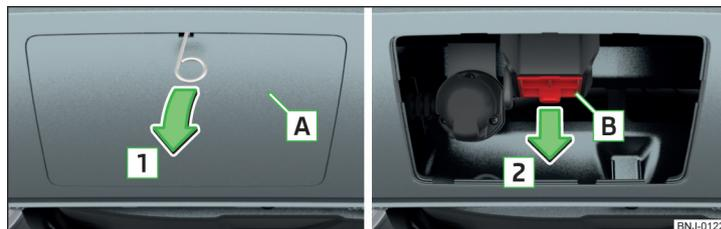

Abb. 133 Abdeckkappe abnehmen: am hinteren Stoßfänger / für den Aufnahmeschacht
- Die Abdeckkappe **A** » Abb. 133 in Pfeilrichtung **1** mithilfe des zum Bordwerkzeug gehörenden Bügels zum Abziehen der Radvollblenden » Seite 174 abnehmen.
Die Kappen A und B » Abb. 133 nach dem Abnehmen an einer geeigneten Stelle im Gepäckraum aufbewahren.
- Die Abdeckkappe **B** » Abb. 133 auf Seite 134 entgegen der Pfeilrichtung **2** einsetzen.
- Die Abdeckkappe **A** » Abb. 133 auf Seite 134 an die „Häkchen“ im unteren Stoßfängerbereich ansetzen.